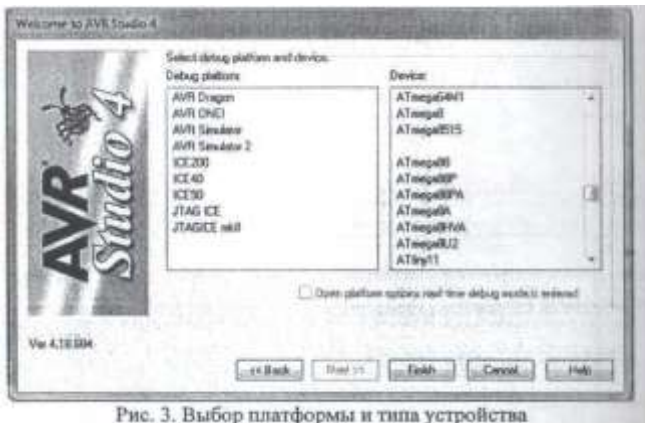

Рис. 3. Выбор платформы и типа устройства
3. После выбора языка программы и имени проекта появляется окно выбора платформы (Debugplatform) и устройства (Device). Здесь необходимо выбратьAVRSimulatorи процессор ATmega8535, который используется в лабораторном стенде. После этого следует нажать кнопку «Finish» (рис. 3).